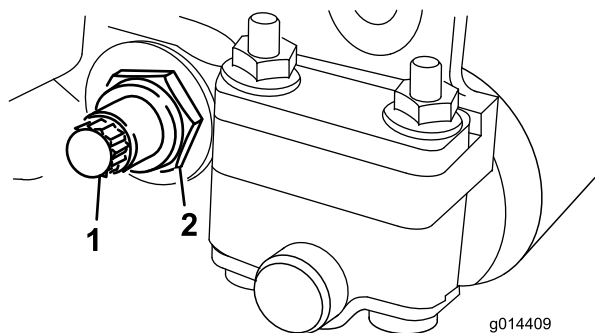
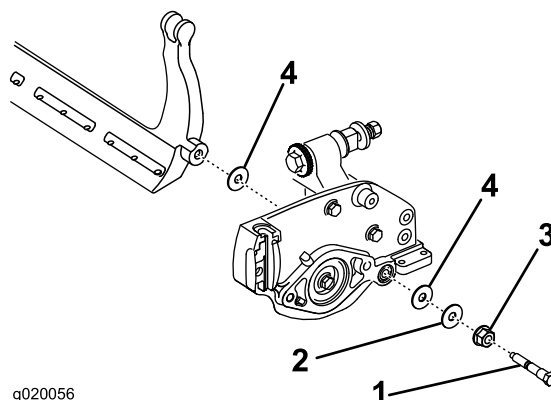

図 20
図 21
3. ベッドバーボルト図 20を固定しているロックナット機体両側をゆるめる。
4. 各ベッドバーボルトを抜いて、ベッドバーを下に引き抜いて外す図 20。ベッドバーの両端にナイロンワッシャ2枚とスチールワッシャ1枚ずつがあるので注意する図 21。
2. ベッドバーボルト2本、ロックナットボルトについているナット、ワッシャ6枚で、ベッドバーを各サイドプレートに固定する。サイドプレートのボスの両側にナイロンワッシャを入れる。その外側からスチール製ワッシャを取り付ける (図 21)。
4. スチール製のワッシャが手で回せなくなるまで、左右のロックナットを均等に締め付ける図 21。